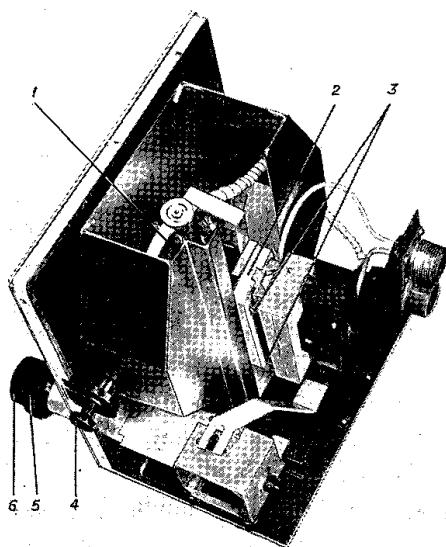

Рис. 12
Для замены лампы ДРШ250-3 в осветителе необходимо, отвернув винты 2, снять кожух 1, выдвинуть до упора рукоятку 4 (см. рис. 12), взять из комплекта отвертку и отвернуть винты 3 (рис. 12), не вывинчивая их полностью; снять с бокового электрода лампы колпачок; взявшись за керамическое основание лампового держа-
Барашки 6 (см. рис. 12) и 5 служат для центрировки лампы.
7.2.7. Ввинтить шторку 1 (см. рис. 12) в осветителе рукояткой 4.